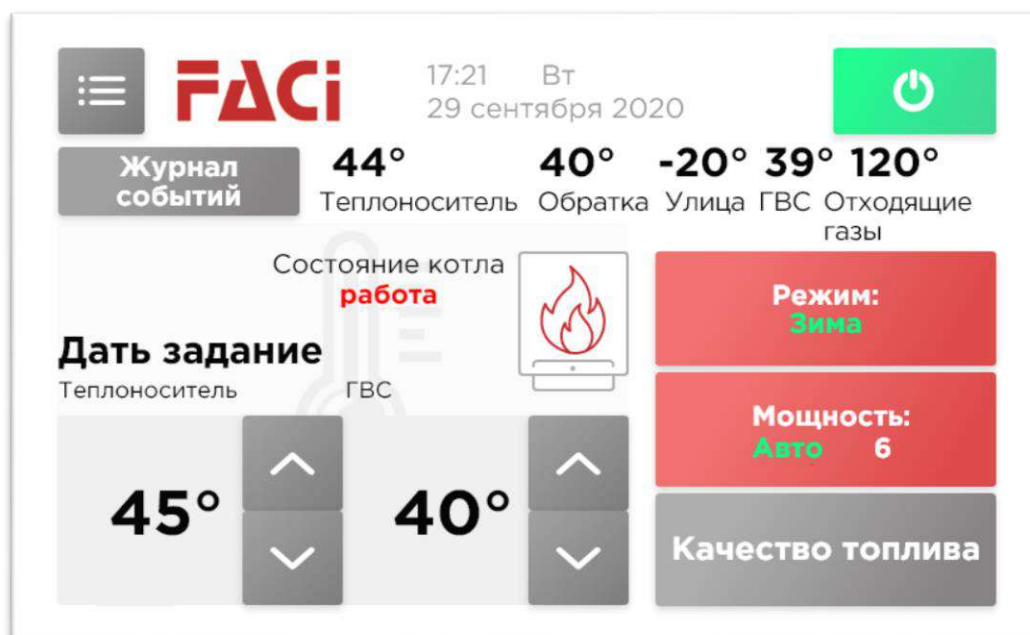

Рис. 34
Интерфейс оператора реализован в виде экранов. Структура экранов показана на рис.34.
- Иконка  – становится активной при срабатывании датчика нижнего уровня топлива в бункере; на рис. 34 не показана.